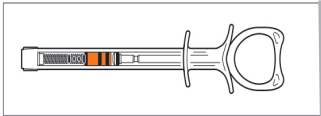

Figura 2 - Stantuffo completamente all'interno
b. Iniziare con lo stantuffo della siringa di gonfiaggio **completamente all'interno** (Figura 2).
g. Con la punta della siringa ancora rivolta **verso il soffitto**, premere lo stantuffo **completamente all'interno** (Figura 2) per eliminare tutta l'aria e il liquido dalla siringa.